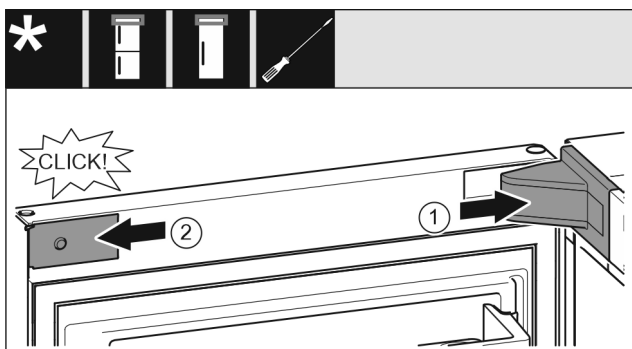

Fig. 27
- ▶ Nasadte kryt ložiskovej konzoly Fig. 27 (1) a zaklapnite, príp. opatrne roztláčte.
- ▶ Nasadte kryt Fig. 27 (2) z boku a zaklapnite ho.